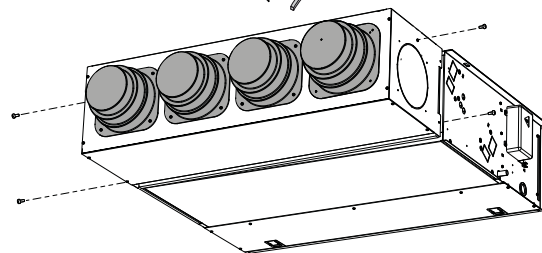

Fig.3
- Fissare l'accessorio PM\_V alla bocca di mandata dell'unità con le quattro viti fornite a corredo (fig.3)